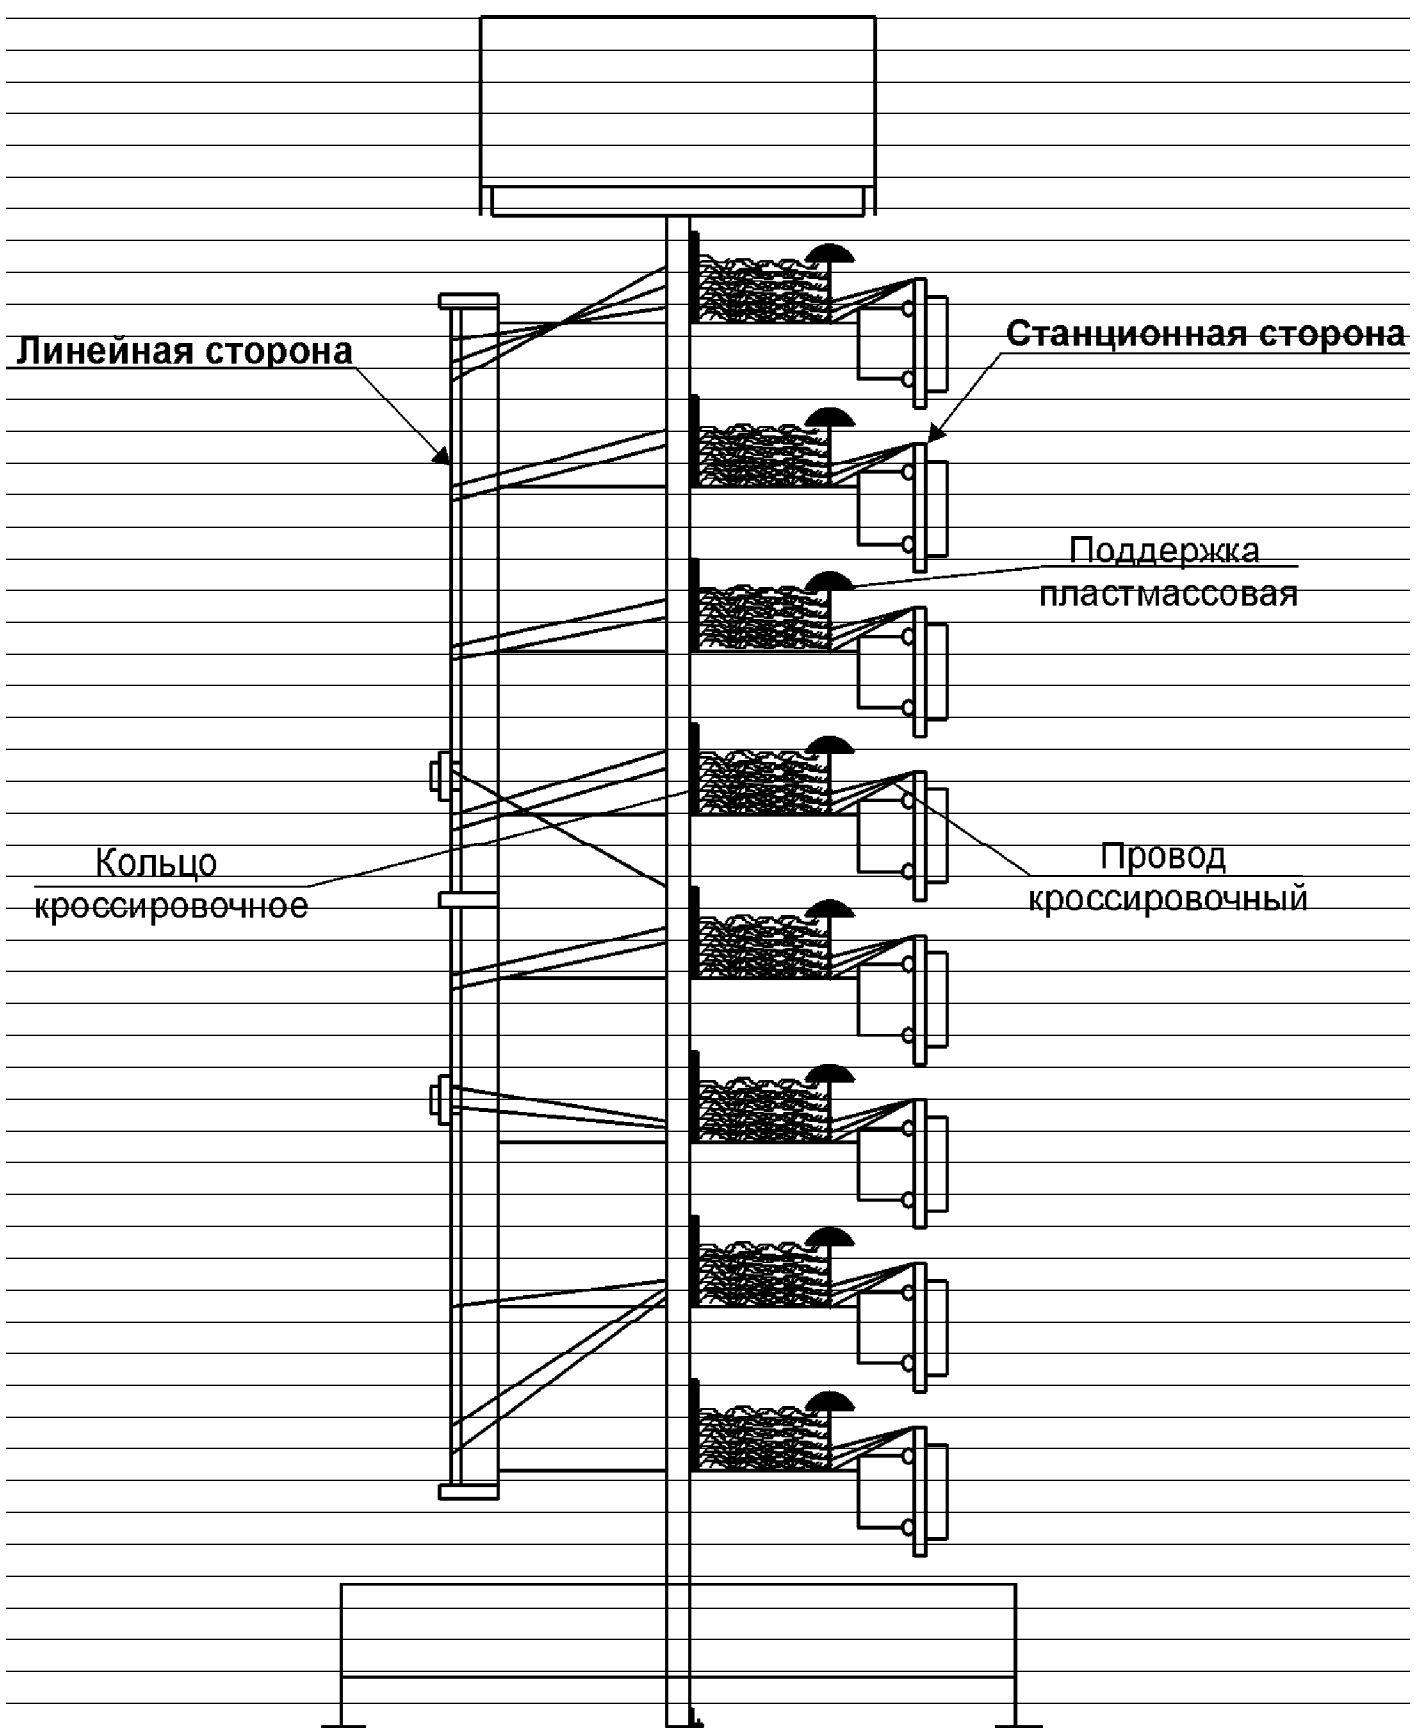

Рис. 2
5.4.1. Кроссировочные провода прокладываются по «постели» станционной стороны, при этом подвод их к плитам станционной стороны осуществляется через пластмассовые поддержки, а линейной стороны через окна кроссировочных колец (см. рис.2 и рекомендации по кроссировке проводов).